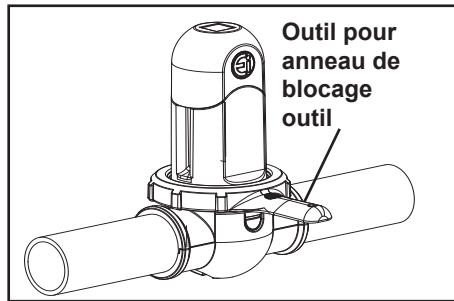

Figure 14. Anneau de blocage
14. Visser l'anneau de blocage au collier de serrage fileté à l'aide de l'outil pour anneau de blocage (Voir Figure 14).